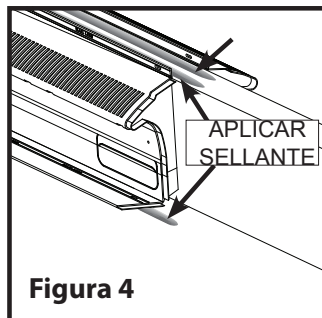

Figura 4
- Aplique sellante bajo los bordes abisagrados superior e inferior. (ADVERTENCIA: Verifique que el sellante en la brida inferior esté del lado de la línea de clavos hacia la cumbrera). (véase la Figura 4)